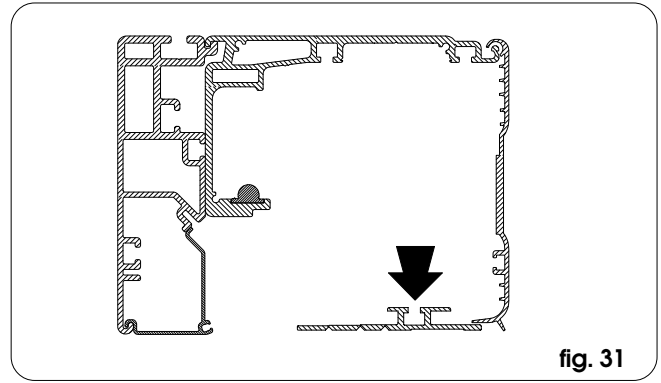

fig. 31
- Inserire nella guida del profilo carter inferiore di fig.31, facendo attenzione alla sequenza di inserimento, le viti tiranti necessarie per fissare i seguenti componenti: